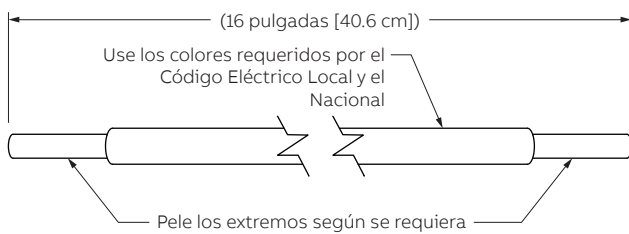

Figura 12
- 5.2.2 Corte los conductores eléctricos aislados y los cables de tierra (utilice el tipo THHN del calibre (AWG) y color requerido) a 16 pulgadas (40.6 cm) de largo. Retire el aislamiento de los extremos del alambre según se requiera para hacer conexiones a los dispositivos y para los capuchones para cable (Vea la Figura 12).